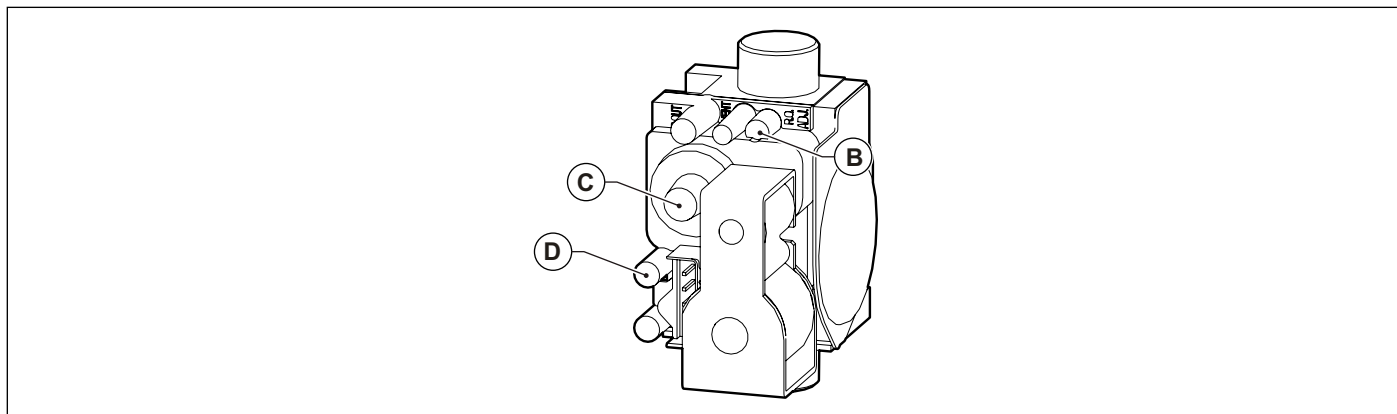

Fig. 35 Reglarea valvei de gaz
- Reglați valoarea dioxidului de carbon (CO₂) din gazele de ardere prin rotirea regulatorului de raport **B** (a se vedea Fig. 35 Reglarea valvei de gaz) și asigurați-vă că reintră în limitele din Tab. 33 Valorile CO₂ din gazele de ardere.
- Reglați valoarea dioxidului de carbon (CO₂) din gazele de ardere prin rotirea regulatorului de compensare **C** (a se vedea Fig. 35 Reglarea valvei de gaz) și asigurați-vă că reintră în limitele din Tab. 33 Valorile CO₂ din gazele de ardere.
- Rotiți regulatorul de raport **B** (a se vedea Fig. 35 Reglarea valvei de gaz) pentru a regla valoarea oxigenului (O₂) din gazele de ardere până când aceasta se încadrează în limitele Tab. 34 Valorile de O₂ în gazele de ardere.
- Rotiți regulatorul de offset **C** (a se vedea Fig. 35 Reglarea valvei de gaz) pentru a regla valoarea oxigenului (O₂) din gazele de ardere și presiunea de compensare până când ambele se află în limitele valorilor de Tab. 34 Valorile de O₂ în gazele de ardere.